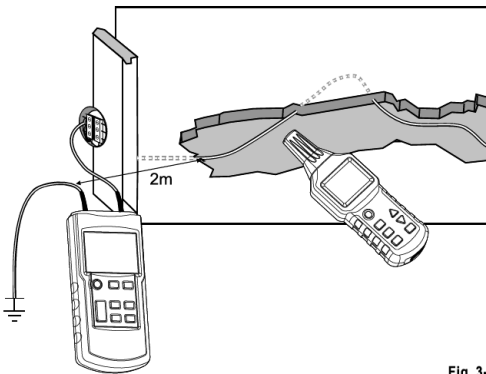

Fig. 3-1-9
- Schließen Sie den Transmitter wie in Fig. 3-1-9 dargestellt an.